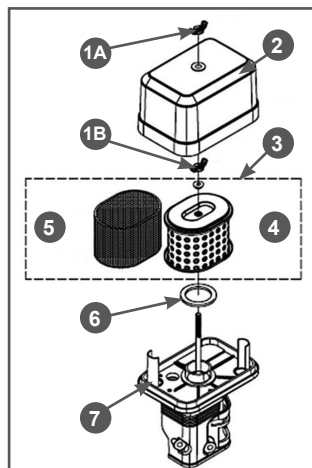

Рис. 25 Обслуживание воздушного фильтра (двойной фильтрующий элемент)
1. Открутите барашковую гайку 1А и снимите крышку 2 воздушного фильтра (Рис. 25).
2. Открутите барашковую гайку 1В и извлеките из корпуса воздушный фильтр 3 в сборе (Рис. 25).
3. Проверьте целостность и чистоту фильтрующих элементов. Поролоновый (предварительный) фильтрующий элемент 5 установлен на корпусе бумажного фильтрующего элемента 4 (Рис. 25).
4. При незначительном загрязнении промойте поролоновый фильтрующий элемент 5 (Рис. 25) теплым мыльным раствором и просушите. Поврежденный или сильно загрязненный поролоновый фильтрующий элемент замените.
6. Произведите очистку крышки 2 и корпуса 7 воздушного фильтра (Рис. 25), не допуская попадания пыли и грязи в воздуховод, ведущий к карбюратору.
8. Перед установкой воздушного фильтра 3 убедитесь, что уплотнительное кольцо 6 воздушного фильтра находится на месте и не имеет повреждений (Рис. 25).